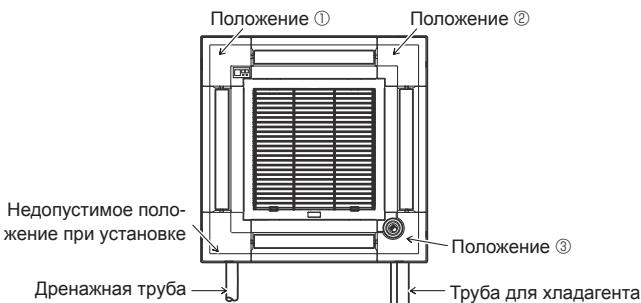

Fig. 9-11
Для главного прибора нельзя устанавливать угловую панель приемника сигналов на стороне дренажной трубы. (См. Fig. 9-11)
• Угловая панель i-see Sensor должна крепиться на вентиляционную решетку ① винтом ③.
\* Если положение i-see Sensor было изменено с положения по умолчанию (положение ③) на другое положение, измените настройки функции. (См. страница 222 и Fig. 9-11)
• Для главного прибора невозможно установить угловую панель i-see Sensor на стороне дренажной трубы. (См. Fig. 9-11)